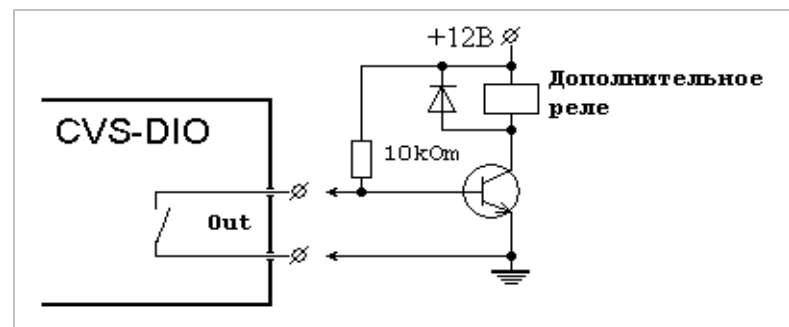

Рисунок 4. Подключение коммутационного реле для управления мощными силовыми устройствами.
**При необходимости, следует использовать дополнительные средства коммутации (Рис.4).**